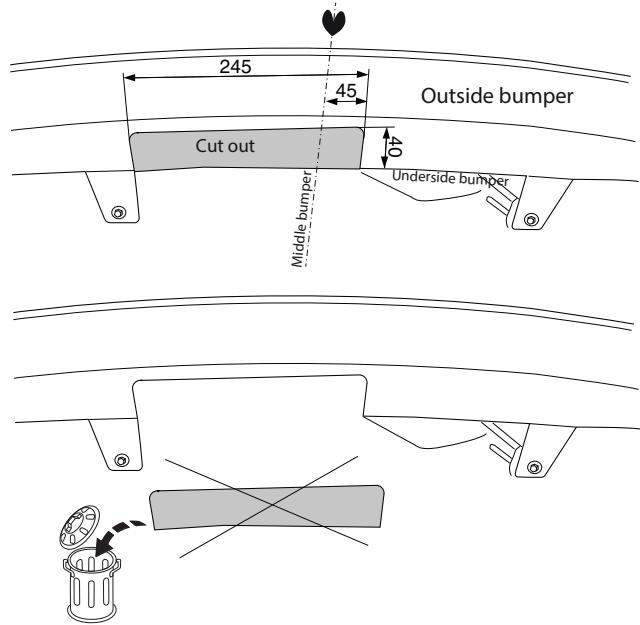

Fig.5
12. Выпилить обозначенную часть, как указано на рис.5.